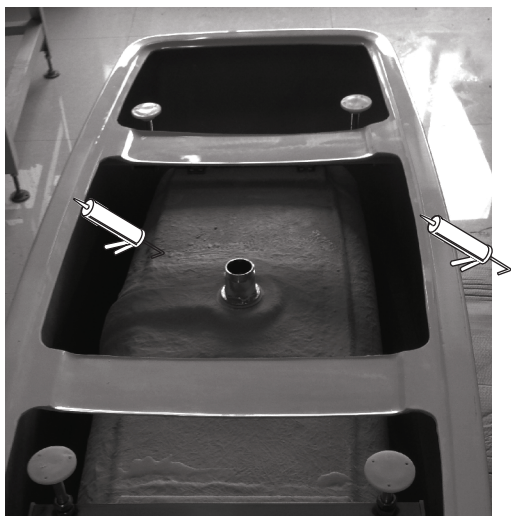

FIG. 5
- Appliquez un boudin généreux de calfeutrage au silicone sur la base de la baignoire. (Voir la **fig. 5**)